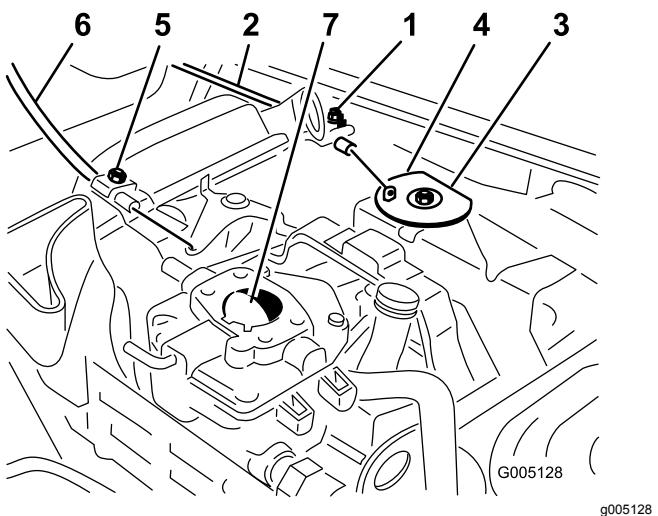

Figura 48
1. Allentate la vite del serrafilo per cavi che fissa il cavo al motore (Figura 48).
3. Tirate con forza il cavo dell'acceleratore finché il retro della parte girevole non viene a contatto con il fermo (Figura 48).
1. Allentate la vite del serrafile per cavi che fissa il cavo al motore (Figura 48).
3. Tirate con forza il cavo dello starter finché la farfalla dello starter non è completamente chiusa, quindi serrate la vite del serrafile (Figura 48).